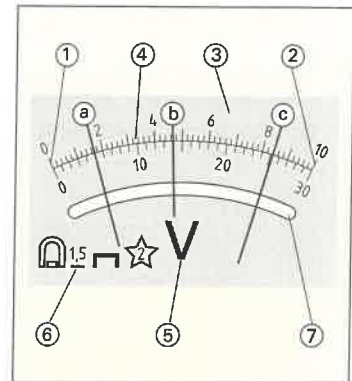

Bild 1: Analoge Skala
5. Nennen Sie Bedeutung der Skalensymbole nach Bild 1.